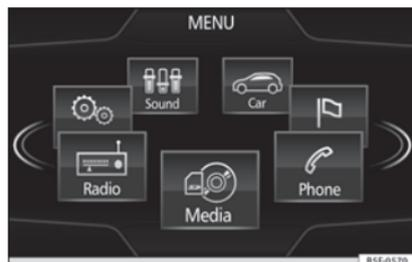

Fig. 27 Ver ubicación en la Fig. 3
- Pulse el botón Easy Connect »» fig. 27.